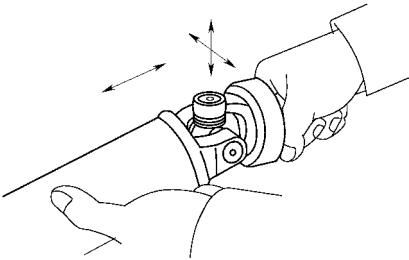

图 13-13 检查十字轴轴承的轴向间隙
(2) 检查十字轴轴承。检查十字轴轴承是否磨损或损坏，然后用手将轴抓牢，转动万向节叉，检查十字轴轴承的轴向间隙，如图 13-13 所示。